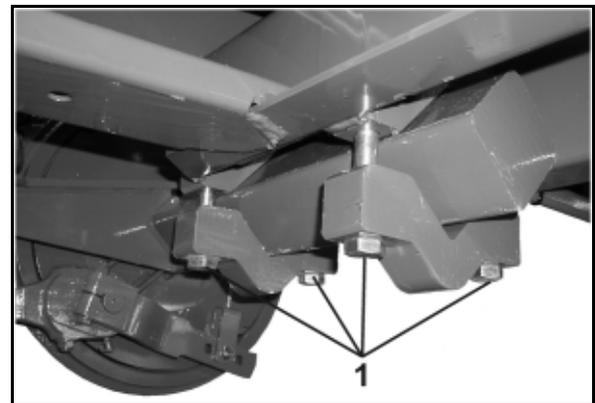

Fig. 52
5. Klemmschrauben (Fig. 52/1) lösen.